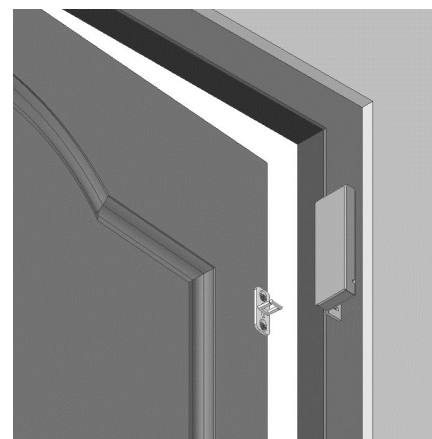

Рис.3 Установка замка на монтажный L- уголок
- монтажный L-уголок **AL-250UZ** для дверей, открывающихся наружу (Рис.3).